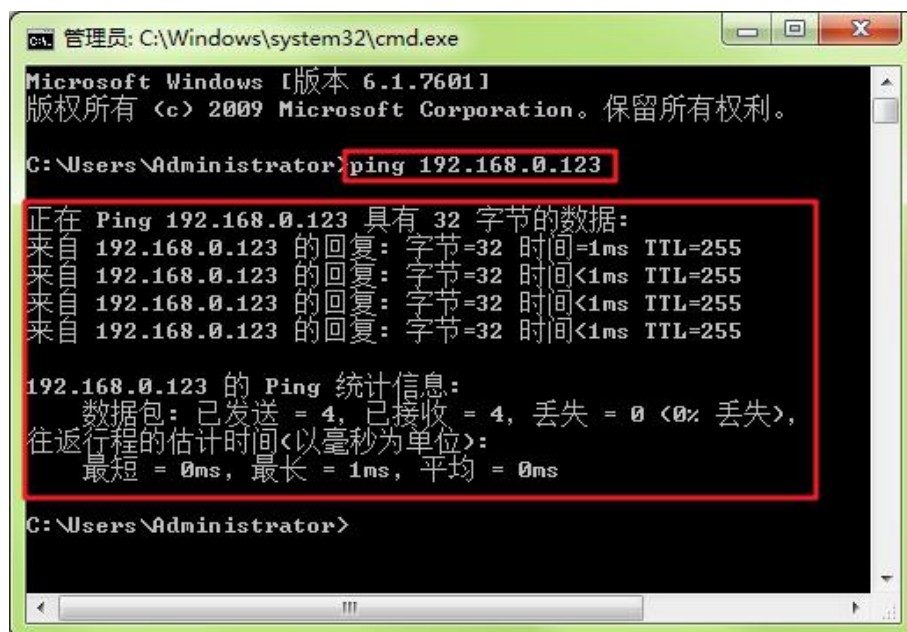

图 8-6 测试通信正常示意图
8. 执行“ping192.168.0.XXX”命令（将 XXX 替换为设备实际 IP 地址），通过返回结果判断网络连通性。若设备可正常通信，则返回如图 8-6 所示信息。